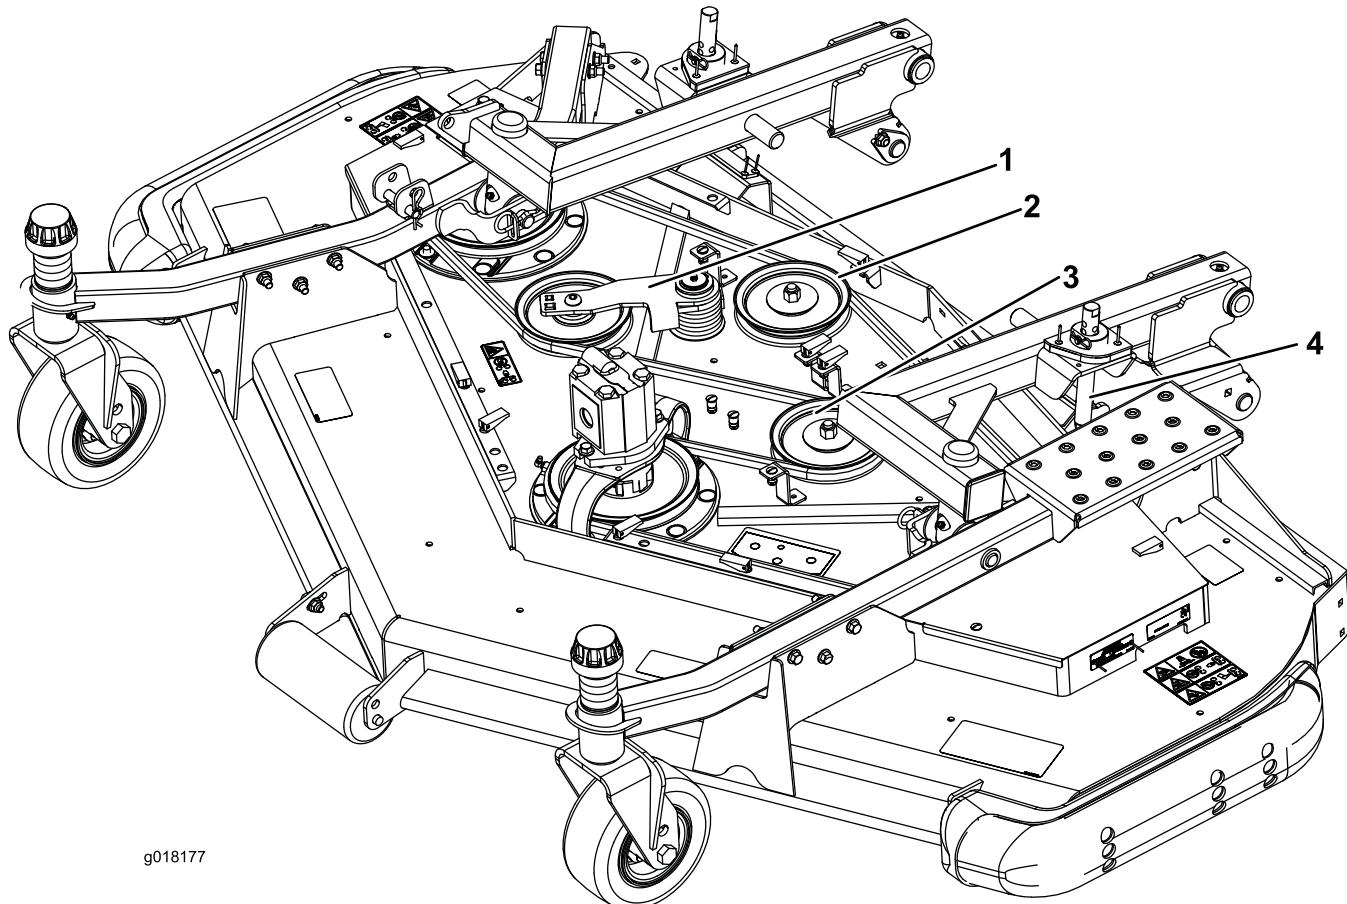

図 2
A. トルクレンチなどの工具を使ってスプリング付きアイドラプーリ図 2をベルトから引き離してベルトの張りをなくし、ベルトを固定アイドラプーリから外す。
B. 固定アイドラプーリ、平ワッシャ、アイドラスペーサをデッキに固定しているキャリッジボルトとロックナットを外す。固定アイドラプーリを外す図 2。